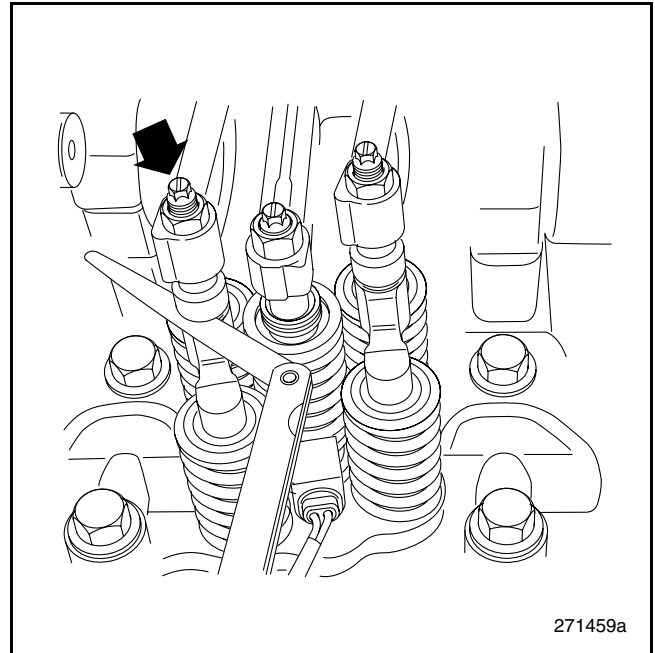
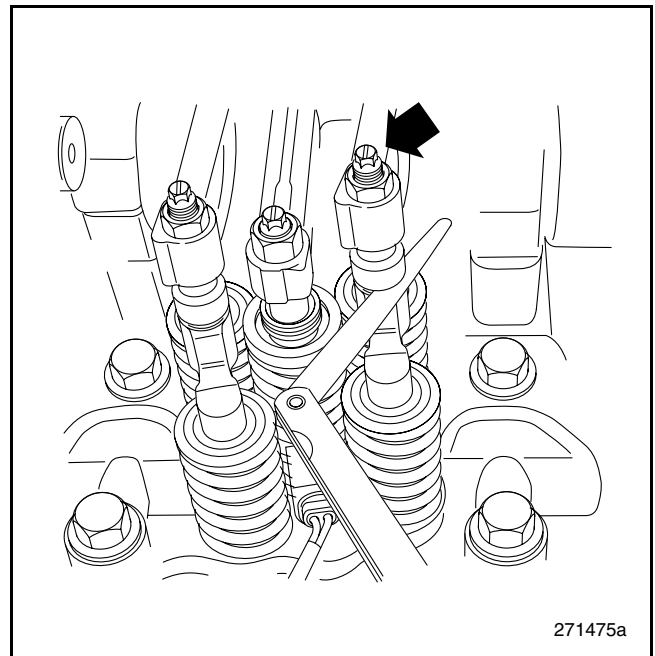

Figura 13 — Comprobación de la holgura de la válvula de entrada
Figura 14 — Comprobación de la holgura de la válvula de escape
2. Usando un indicador sensor, compruebe la holgura entre el tornillo de ajuste del brazo giratorio y el yugo de la válvula (puente). Consulte la Figura 13 y la Figura 14.